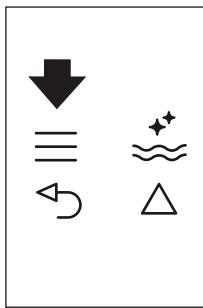
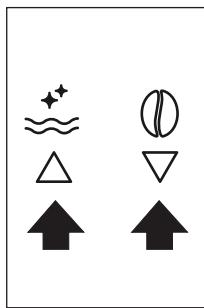

Fig. 22
Fig. 9
- Appuyez sur l'icône \equiv (B2) pour entrer dans le menu (Fig. 22). Appuyez sur les icônes Δ ∇ (B7) et (B8) (Fig. 9) jusqu'à ce que le message « PROGRAM COFFEE » (PROGRAMMER CAFÉ) s'affiche.